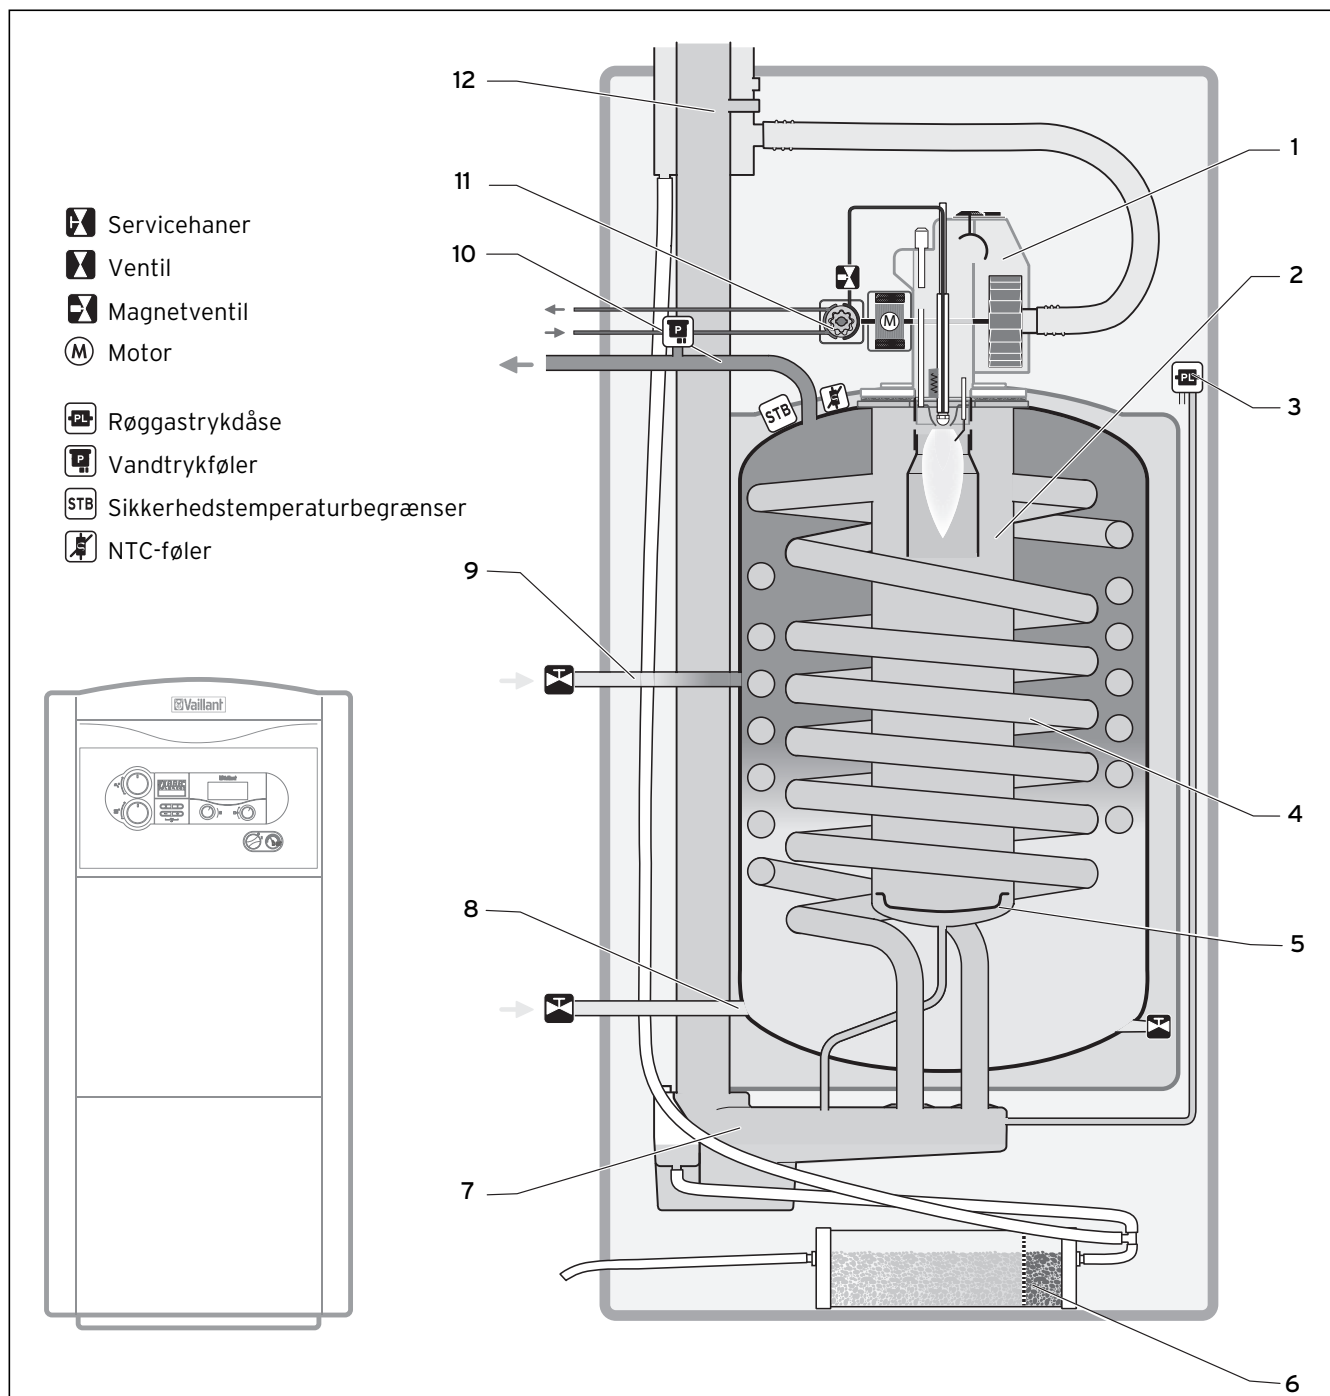

Fig. 4.1 Funktionsskema kondenserende oliekedel
Legende til fig. 4.1
I olie-brænderen (1) (se Fig. 4.1) opsuges olien vha. olie-pumpen (11) og sprøjtes med højt tryk ind i forbrændingskammeret via oliedysen. Sammen med forbrændingsluften, der tilsættes i denne forbindelse, dannes i starten af flammerøret en homogen blanding, der forbrændes i flammerøret, så der næsten ikke efterlades nogle rester.